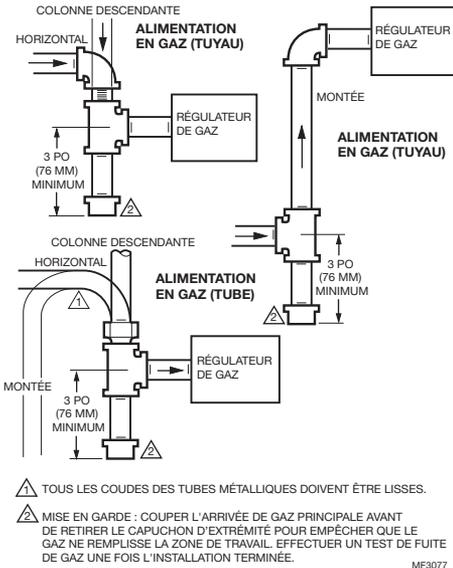

Fig. 3. Installation d'un dispositif de dégorgeur.
- Installer un dispositif de dégorgement dans la canalisation d'alimentation en gaz, avant le bloc combiné gaz. Voir la Fig. 3.